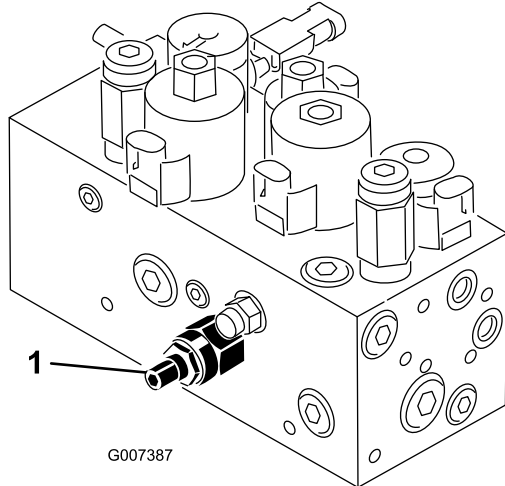

図 55
本機のカッティングユニット昇降回路にはフロー・コントロール・バルブ（図 55）がついています。このバルブは出荷時に調整されていますが、作動油温度、作業速度などにより調整が必要になる場合があります。以下の手順で調整します：
1. 運転席を上げ、センター・プルフレーム用フローコントロールバルブ（図 55）を露出させる。バルブは油圧マニホールドの側面についている。